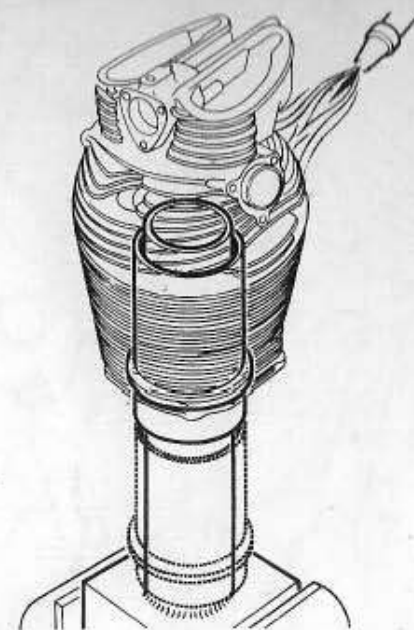

Fig. 71
- 6) Placer le cylindre sur un montage comme l'indique la Fig. 71. Ce montage est constitué par un tube emmanché dans un socle de bois. Chauffer le cylindre au chalumeau (à gaz de préférence), à environ 180 à 200 °, en prenant soin d'effectuer la chauffe sur toute la partie du cylindre dans laquelle pénètre la chemise. Dès que la dilatation sera suffisante, la chemise tombera de son propre poids.